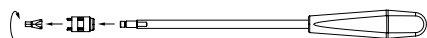

Fig. 1
- Démontez l'instrument de pose de vis de verrouillage avec une clé à fourche SW6, voir Fig. 1.